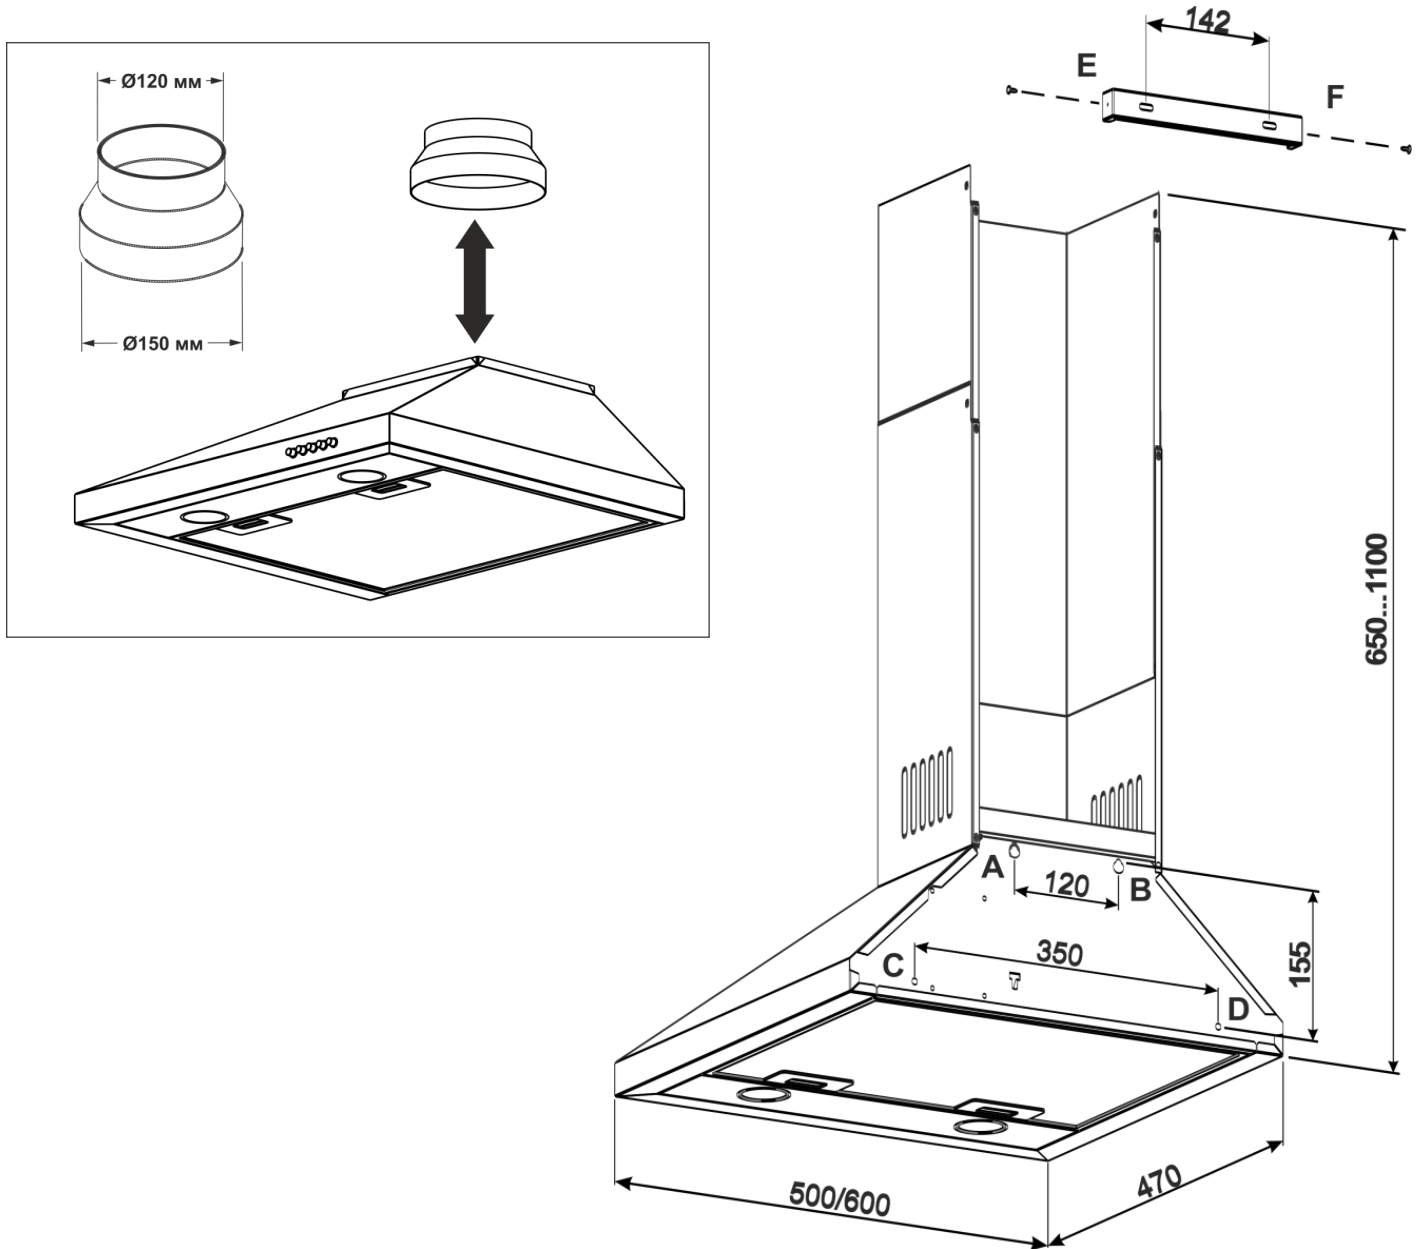

Рис.4
6.4 Проведіть розмітку кріпильних отворів корпусу на стіні кухні. Для цього виготовте паперовий шаблон з координатами 4-х отворів на задній стінці корпусу (**точки А, В, С, D див схема монтажу**); прикладіть шаблон до стіни на необхідній висоті, що вказана вище, і вирівняйте його по рівню. (рис.4).
6.10 Установіть телескопічний коминак на корпусі витяжки. Підніміть верхню панель коминка з планкою під стелю, щоб він закривав повітровід вентиляції, і розмітьте по пазам планки 2 отвори під кріплення (т. Е, F) (рис.4).
6.14 Установіть зовнішню панель коминка в пази на корпусі витяжки, а внутрішню – підніміть вгору до суміщення отворів кріплення з планкою і з'єднайте їх з боків 2-ма шурупами **ПКГ 2,9x9,5** (**рис.4**).